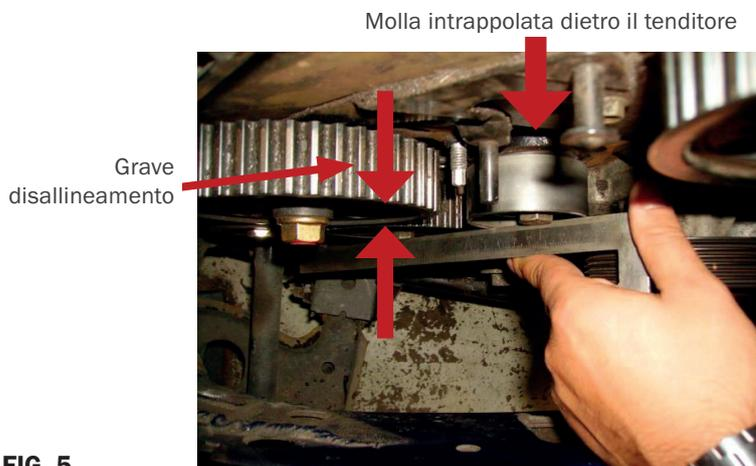

FIG. 6
4. Installare il nuovo tenditore a molla a spirale (spirale sopra il perno, serrare a mano il bullone); assicurarsi che il tenditore aderisca perfettamente contro il blocco motore. In caso contrario, la molla potrebbe finire tra il tenditore e il blocco del motore, creando un grave disallineamento del tenditore (vedere Fig. 6).
3. Installare il nuovo tenditore a molla a spirale (spirale sopra il perno, serrare a mano il bullone); assicurarsi che il tenditore aderisca perfettamente contro il blocco del motore. In caso contrario, la molla potrebbe finire tra il tenditore e il blocco del motore, creando un grave disallineamento del tenditore (vedere Fig. 6).